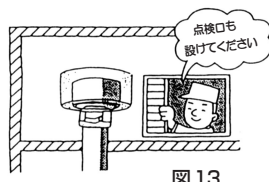

図13
- 排水用吸気弁は通常メンテナンスフリーですが、万一故障が発生した場合に備えて修理・交換が容易にできる場所に設置してください。パイプシャフトや天井裏などのいんべい部に設置する場合は、点検口(450×450mm)以上を設けてください。(図13)